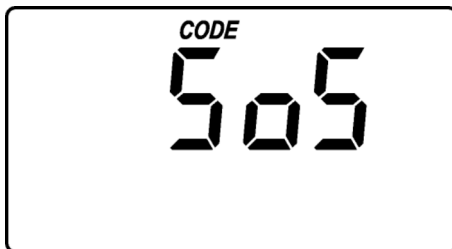

Abb. 29: SoS
2. → betätigen, bis „SoS“ (Abb. 29) blinkend auf der Anzeige erscheint.